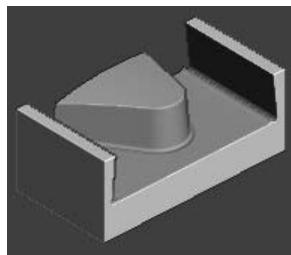

图 5-132 仿真加工结果
2) 在“仿真”工具栏的“当前刀具路径”下拉列表中选择要模拟的刀具路径 finish4, 然后单击“执行”按钮, 系统开始自动仿真加工, 仿真加工结果如图 5-132 所示。